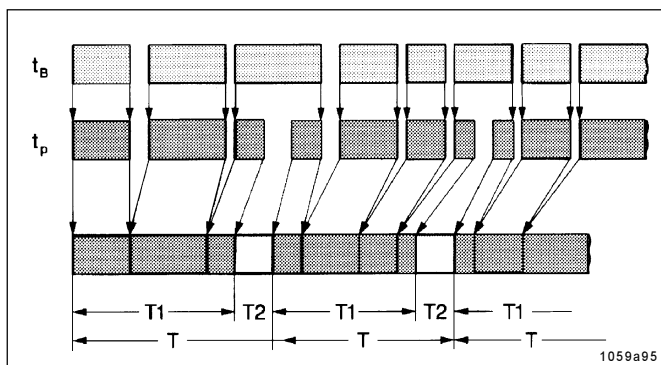
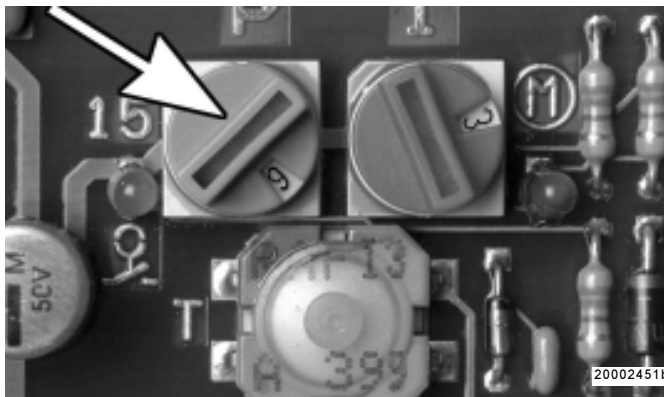

Abb. 23 - Zeitablaufdiagramm
Abb. 25 - Drehschalter, Pausenzeit
- Bereits abgelaufene Pausenzeiten werden beim Ausschalten des Maschinenkontaktes gespeichert und aufaddiert (siehe T1, Abb. 23). Dies geschieht solange, bis die, an dem blauen Drehschalter, siehe Abb. 25 eingestellte Zeit, erreicht ist.